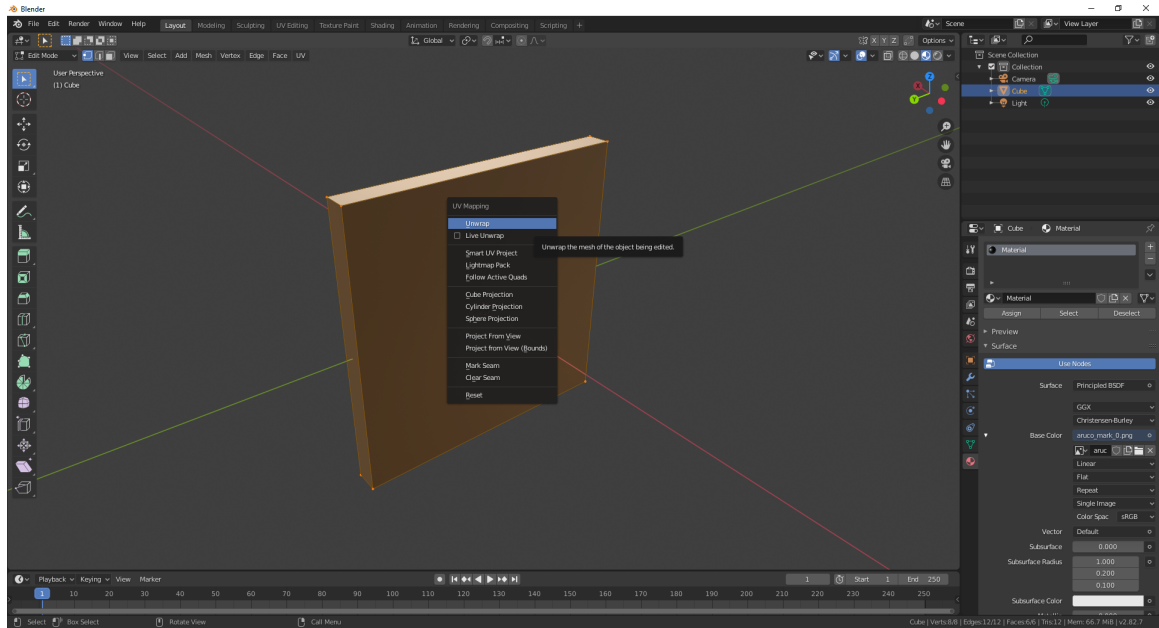

Figura B.4: Seleccionando el botón 'Unwrap'
Ya tenemos el modelo 3D y la textura agregada, pero la textura no se visualiza correctamente. Así que, seleccionamos el modelo 3D de la marca con un solo click, pulsamos la tecla 'Tab', seguido de la tecla 'U', a continuación seleccionamos 'Unwrap' (figura B.4), colocamos el cursor en la esquina superior izquierda de la pantalla al lado izquierdo del botón 'Editor Type' (8), mantenemos pulsado el botón izquierdo del ratón y desplazamos hacia la derecha, de manera que veremos como se va abriendo una nueva ventana. En esta nueva ventana pulsamos en 'Editor Type' (8) y seleccionamos 'UV Editor', en la barra de 'UV Editor' pulsamos en el icono que representa la imagen (9) y elegimos nuestra imagen. Ahora veremos la imagen en pantalla, para hacer *zoom* usamos la ruleta del ratón, alejamos un poco la imagen y pulsamos en 'UV Sync Selection' (10).